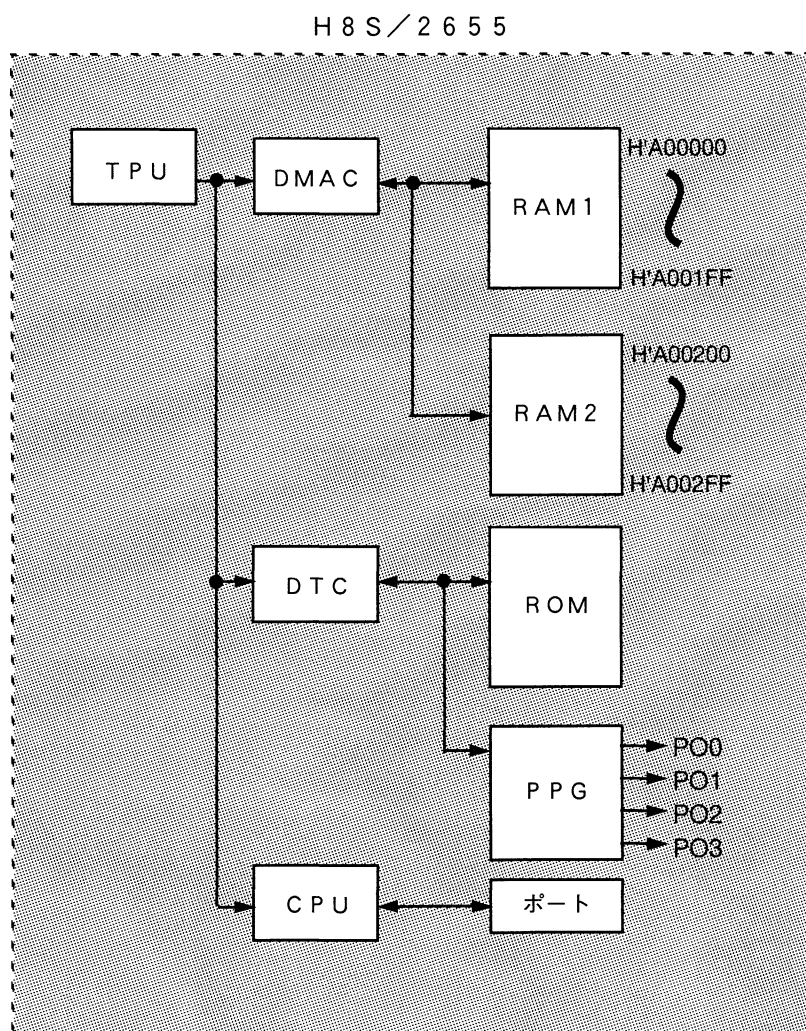

図1 DTC、DMAC、CPU同時起動 ブロック図
- (1) 図1に示すように、タイマコンペアマッチ発生ごとにDTC、DMACおよびCPU起動します。